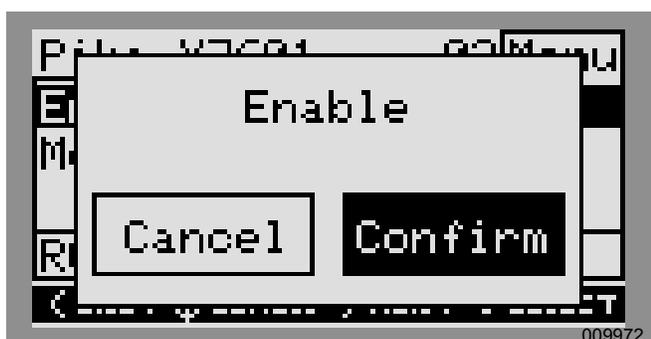

Figura 3-10. Activación y desactivación de dispositivos (3 de 3)
- Consulte la Figura 3-10. Presione la flecha hacia la derecha y el botón central para seleccionar Confirmar.